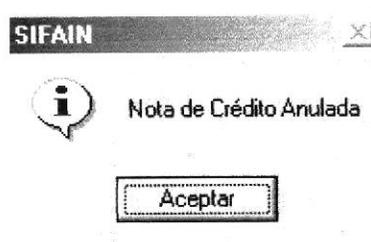

Figura 8.41 Mensaje de información
6. Si selecciona <Si> se anularán los datos de la Nota de Crédito, aparecerá el mensaje de la figura 8.41 y se limpiarán los campos.